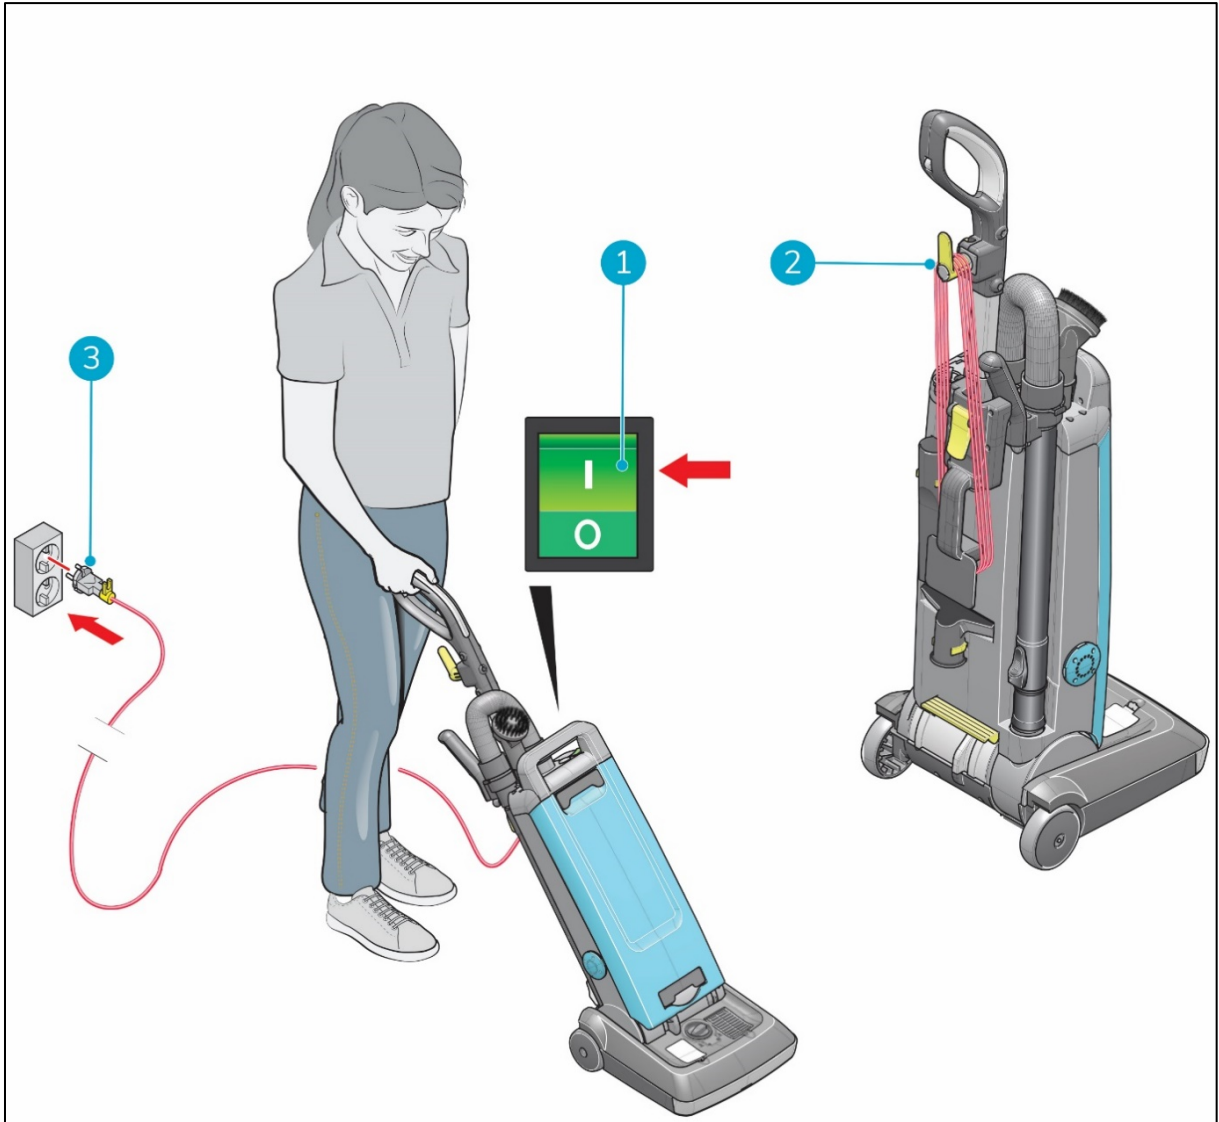

Figura 19
1. Desenrole totalmente o cabo de alimentação principal (Figura 19, posição 2).
2. Coloque a ficha do cabo de alimentação principal na tomada de parede (Figura 19, posição 3).
3. Prima o interruptor ON/OFF (ligar/desligar) (Figura 19, posição 1) na parte superior do corpo principal do equipamento para ligar o i-vac 30UR.